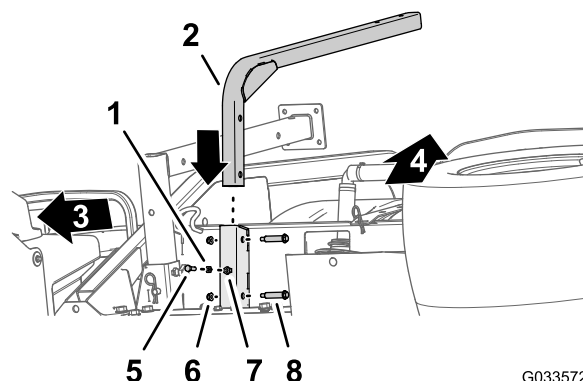

Bild 44
1. Fluchten Sie das Stützrohr für den Frischwasserbehälter mit dem Kanal der Behälterstütze aus (Bild 44).
2. Fluchten Sie die Löcher im Stützrohr mit den Löchern im Kanal aus (Bild 44).
3. Befestigen Sie das Rohr mit zwei Ansatzschrauben (1/2" x 1-15/16") und zwei Sicherungsbundmuttern (5/16") am Kanal (Bild 44).
5. Schrauben Sie die Klemmmutter (5/16") in die Schraube (5/16" x 1"), wie in Bild 44 abgebildet.
6. Schrauben Sie die Schraube (5/16") und Klemmmutter auf die Schweißmutter unten am Behälterstützkanal und ziehen die Schraube und Klemmmutter mit der Hand an (Bild 44).